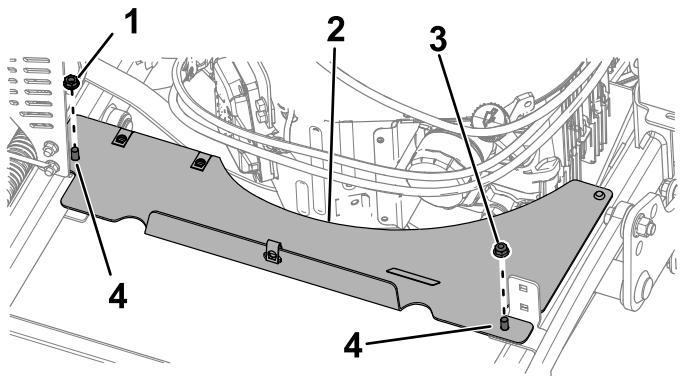

Рисунок 32
- 4. Удалите шестигранную гайку (5/16 дюйма) и гайку (5/16 дюйма), которые крепят накладку защиты к каретным болтам (Рисунок 32). Снимите накладку защиты.
1. Установите накладку защиты, как показано на Рисунок 32. Затяните гайки с моментом от 20 до 25 Н·м.